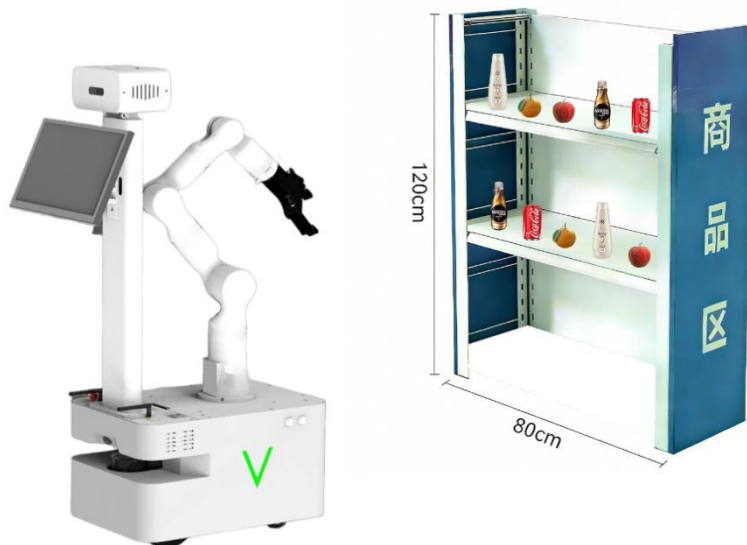

图 3-3 智慧零售竞赛场景货架示意图
(2) 货架上实际摆放物品从商品清单及价格表（表 3-1）中选取，每层摆放 5 个物品（一个商品类可能有多），货架有 2 层，共摆放 10 个物品，以下是智慧零售竞赛场景货架示意图 3-3：